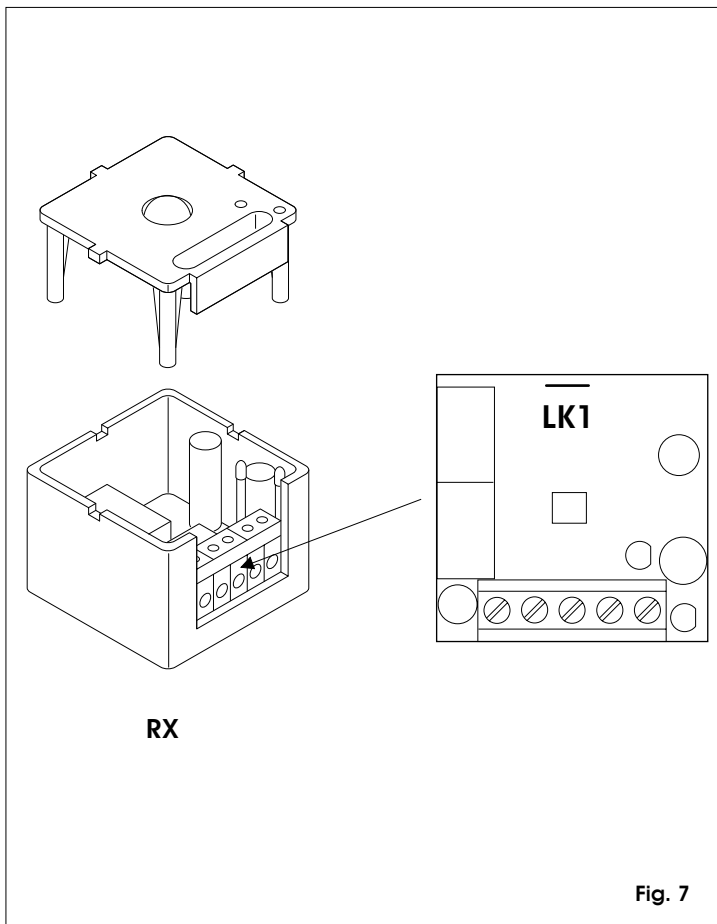

Fig. 7
- b) Coupez la barrette LK1 (fig.7).
- b) Cortar el puentecito LK1 (fig. 7).
- b) Die Brücke LK1 (Abb. 7) durchtrennen.